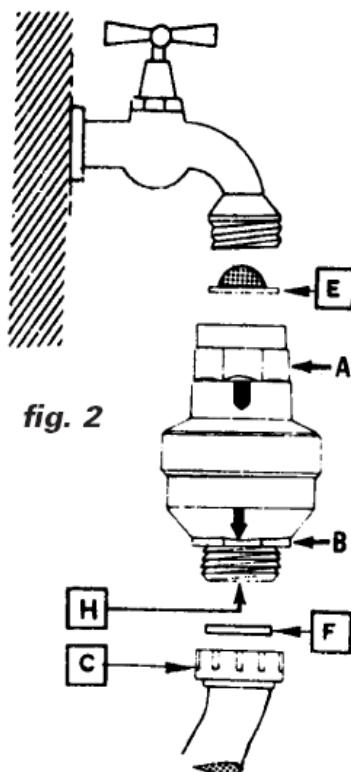

fig. 2
Dispositif indispensable pour machines à laver, lave-vaisselle, déminéralisateurs, etc. car si le débit d'eau est supérieur à celui réglé sur l'indicateur (rupture de tuyau), il bloque le passage de l'eau. Il est doté également d'un clapet anti-retour (anti-pollution). Pour un fonctionnement optimal, le dispositif doit être monté en position verticale, conformément à la fig.2, en suivant soigneusement la notice de montage.
Le WATER BLOCK doit être monté entre le robinet d'arrivée d'eau courante et le tuyau d'alimentation du déminéralisateur (fig. 2). Vérifier la position de l'indicateur P qui doit être réglé sur le repère 1,5. Si nécessaire et à l'aide de la clé fournie, tourner l'indicateur P dans le sens anti-horaire jusqu'à trouver la position exacte.
1. Visser manuellement le WB sur le robinet (filetage 3/4" gaz), en prenant soin d'insérer le filtre E avec la partie bombée orientée vers le haut (fig. 2). Le montage incorrect du filtre empêcherait le bon fonctionnement du WB. En cas de serrage avec un outil, prendre appui sur la partie octogonale A.